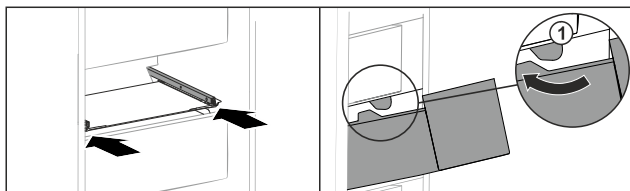

Fig. 146
- ▶ Før skuffen omkring stoppene Fig. 146 (1).